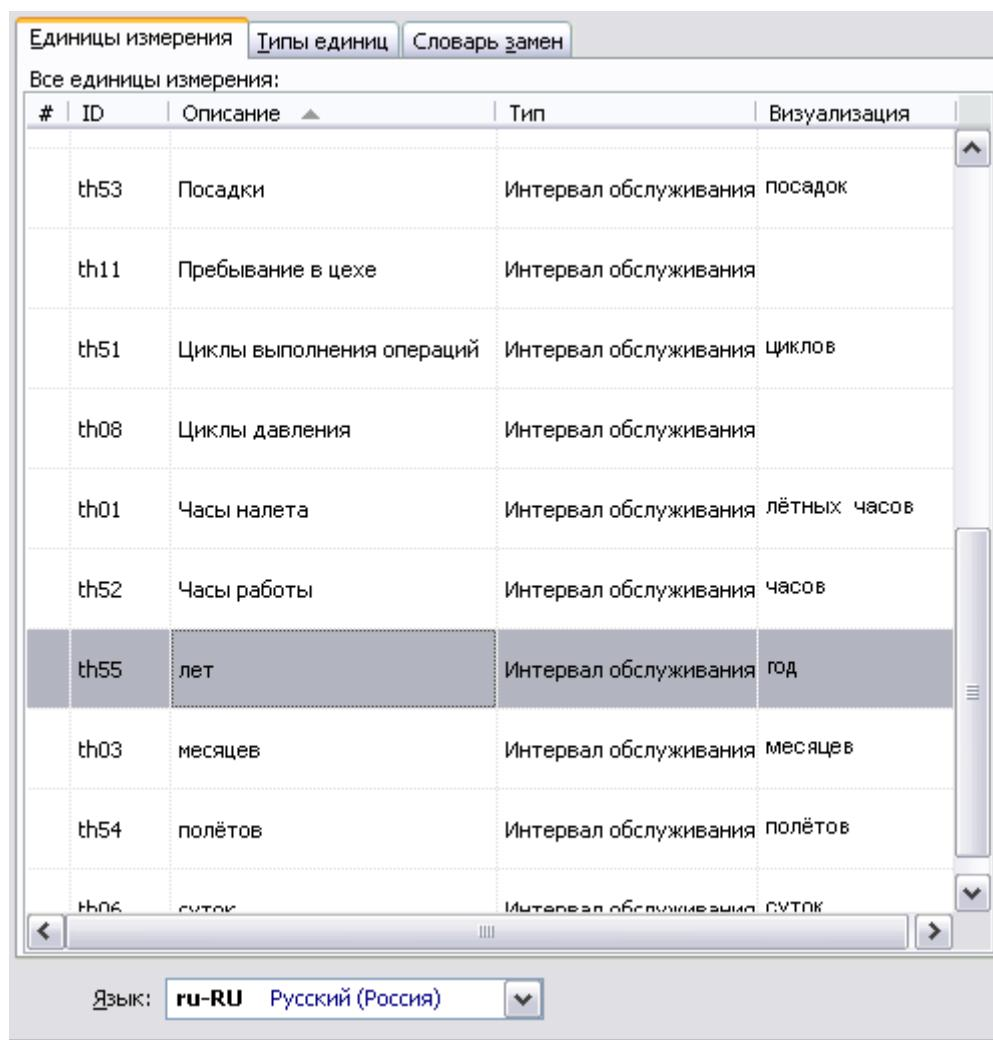

Рис. 3.117
6. Нажмите на кнопку **Применить**. Значения, введенные в поля **Описание**, **Тип** и **Отображение**, видны в столбцах **Описание**, **Тип** и **Визуализация** на вкладке **Единицы измерения** (Рис. 3.117).